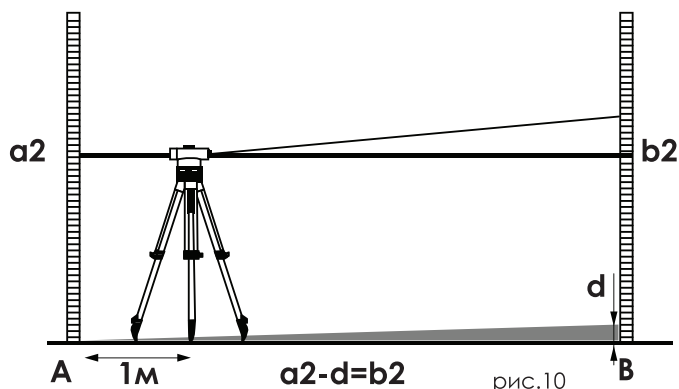

рис.10
2.2. Установите измерительный инструмент на расстоянии ок. 1м от нивелирной рейки А. После выравнивания и фокусировки измерительного инструмента считайте значение высоты a2 на нивелирной рейке А (Рис.10).